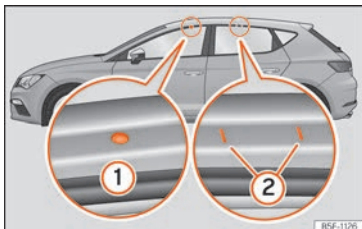

Abb. 161 Leon: Befestigungspunkte der Längsträger für den Dachgepäckträger.
Die vorderen und hinteren Befestigungspunkte ① und ② sind nur bei geöffneten Türen sichtbar »» **Abb. 161**.